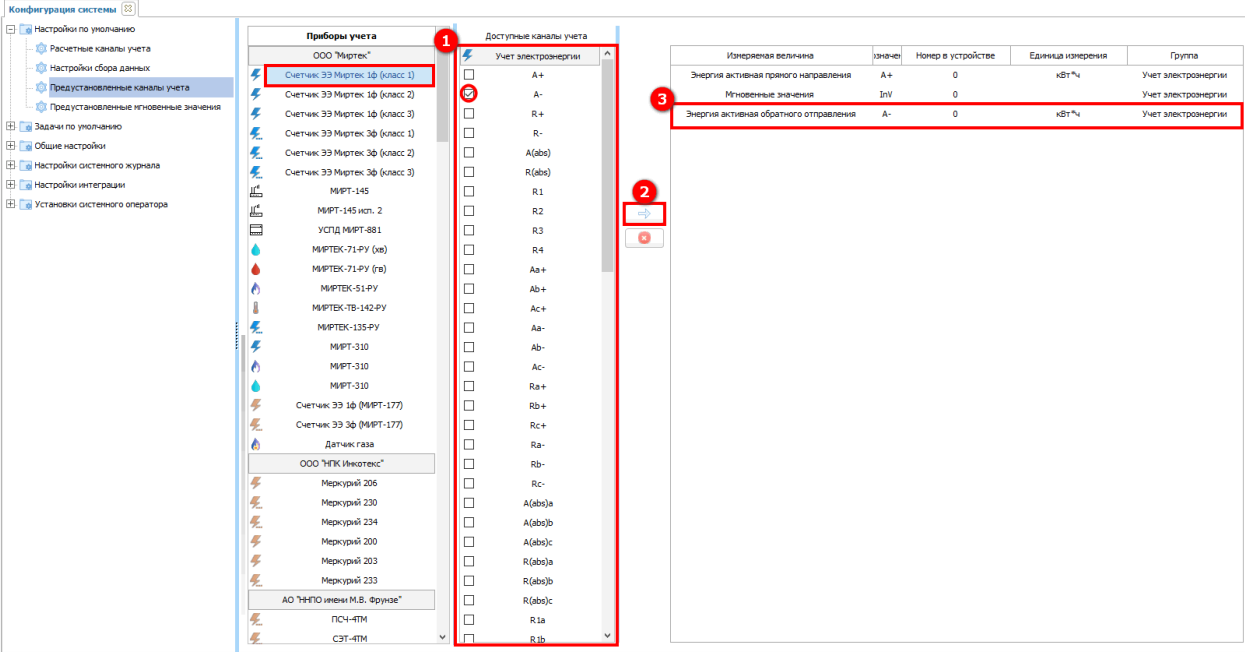

Рисунок 216 – Предустановленные каналы учета
Данный подраздел содержит информацию о предустановленных каналах учета для каждого типа прибора. Есть возможность редактирования данных настроек. При необходимости добавления каналов учета достаточно выбрать необходимые из списка доступных каналов учета, поставить отметки (1) (см. рисунок 216) и нажать кнопку для их добавления в предустановленный список (2). Добавленные каналы учета отразятся в правой части окна данной вкладки (3).